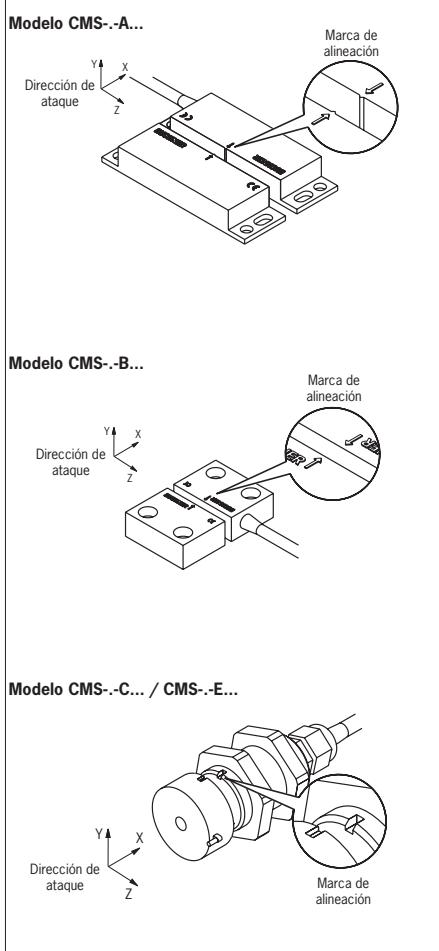

Figura 1: Alineación de la cabeza de lectura y el actuador
La cabeza de lectura y el actuador pueden montarse en cualquier posición. Asegúrese de que ambos estén alineados (véase Figura 1).
- ▶ Sus superficies activas estén completamente enfrentadas cuando el resguardo de seguridad esté cerrado (véase Figura 1).
- ▶ Si la velocidad de ataque entre la cabeza de lectura y el actuador es reducida y se está utilizando la unidad de evaluación CMS-E-BR, se recomienda evitar la dirección de ataque Z (véase Figura 1).